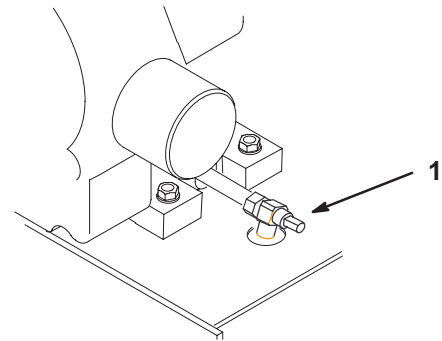

**Figure 41**
3. Nettoyez la surface autour de la jauge d'huile (Fig. 41) pour éviter que des impuretés ne s'introduisent dans le goulot de remplissage, ce qui risquerait d'endommager le moteur.
4. Sortez la jauge d'huile et essuyez soigneusement l'extrémité métallique (Fig. 41).
5. Enfoncez la jauge complètement dans le goulot de remplissage. Sortez de nouveau la jauge et examinez l'extrémité métallique (Fig. 41). Si le niveau est bas, versez lentement juste assez d'huile dans le goulot de remplissage pour amener le niveau au repère du plein (F).
7. Versez lentement environ 80% de la quantité d'huile spécifiée dans le goulot de remplissage (Fig. 41) (voir Vidange de l'huile moteur et remplacement du filtre, page 36).